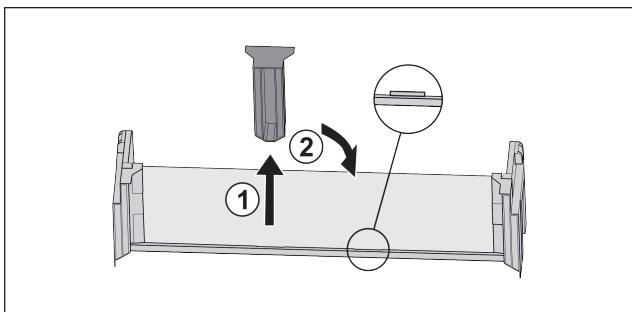

Fig. 114
- Витягнути середню деталь для підтримки Fig. 114 (1).
- Вставить середню деталь для підтримки на друге положення Fig. 114 (2).